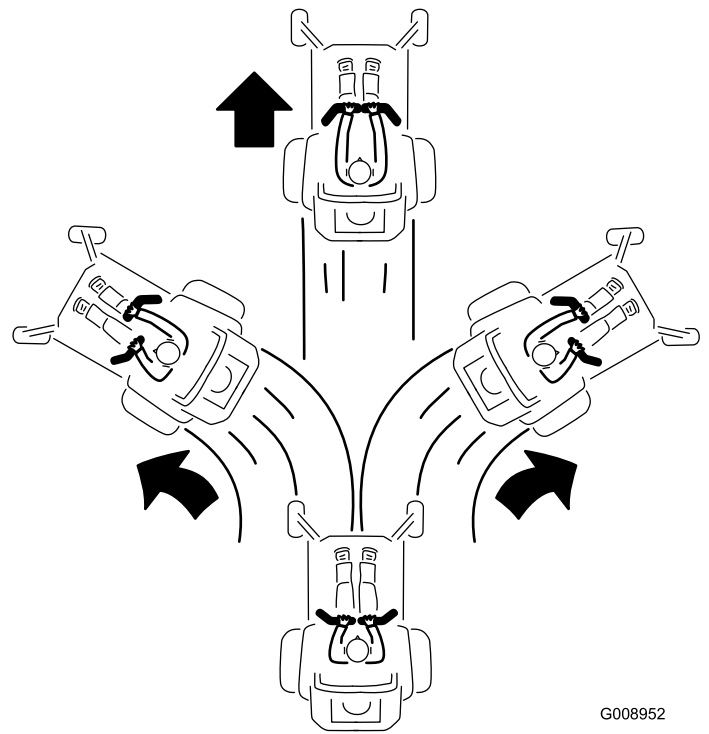

Figura 27
3. Para ir hacia adelante, empuje lentamente las palancas de control de movimiento hacia adelante (Figura 27).